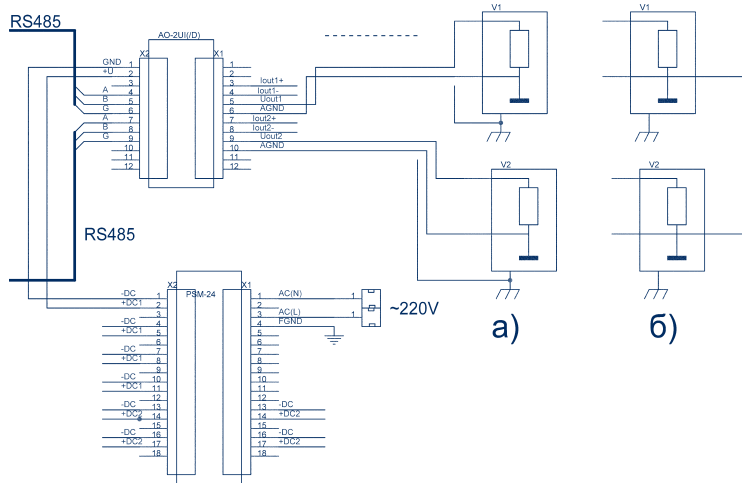

Рис. 6
1) Два приёмника токового сигнала должны иметь «плавающие» общие точки, гальванически изолированные от заземления и друг от друга (рис. 6 а), либо общую точку “+”.
Пример правильной схемы подключения приведён на Рис. 6.